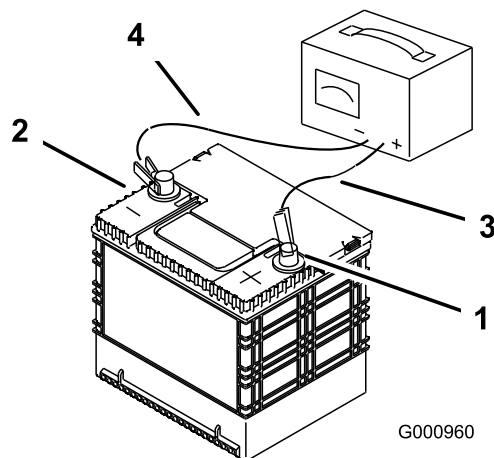

Figuur 50
3. Verwijder de accu zoals getoond in Figuur 50.
1. Plaats de accu in een bak met de accupolen van de hydraulische tank weg (Figuur 50).
4. Bevestig de kabels met 2 bouten, 2 ringen en 2 borgmoeren (Figuur 50).
6. Zet de accu vast met de rubberen band (Figuur 50).